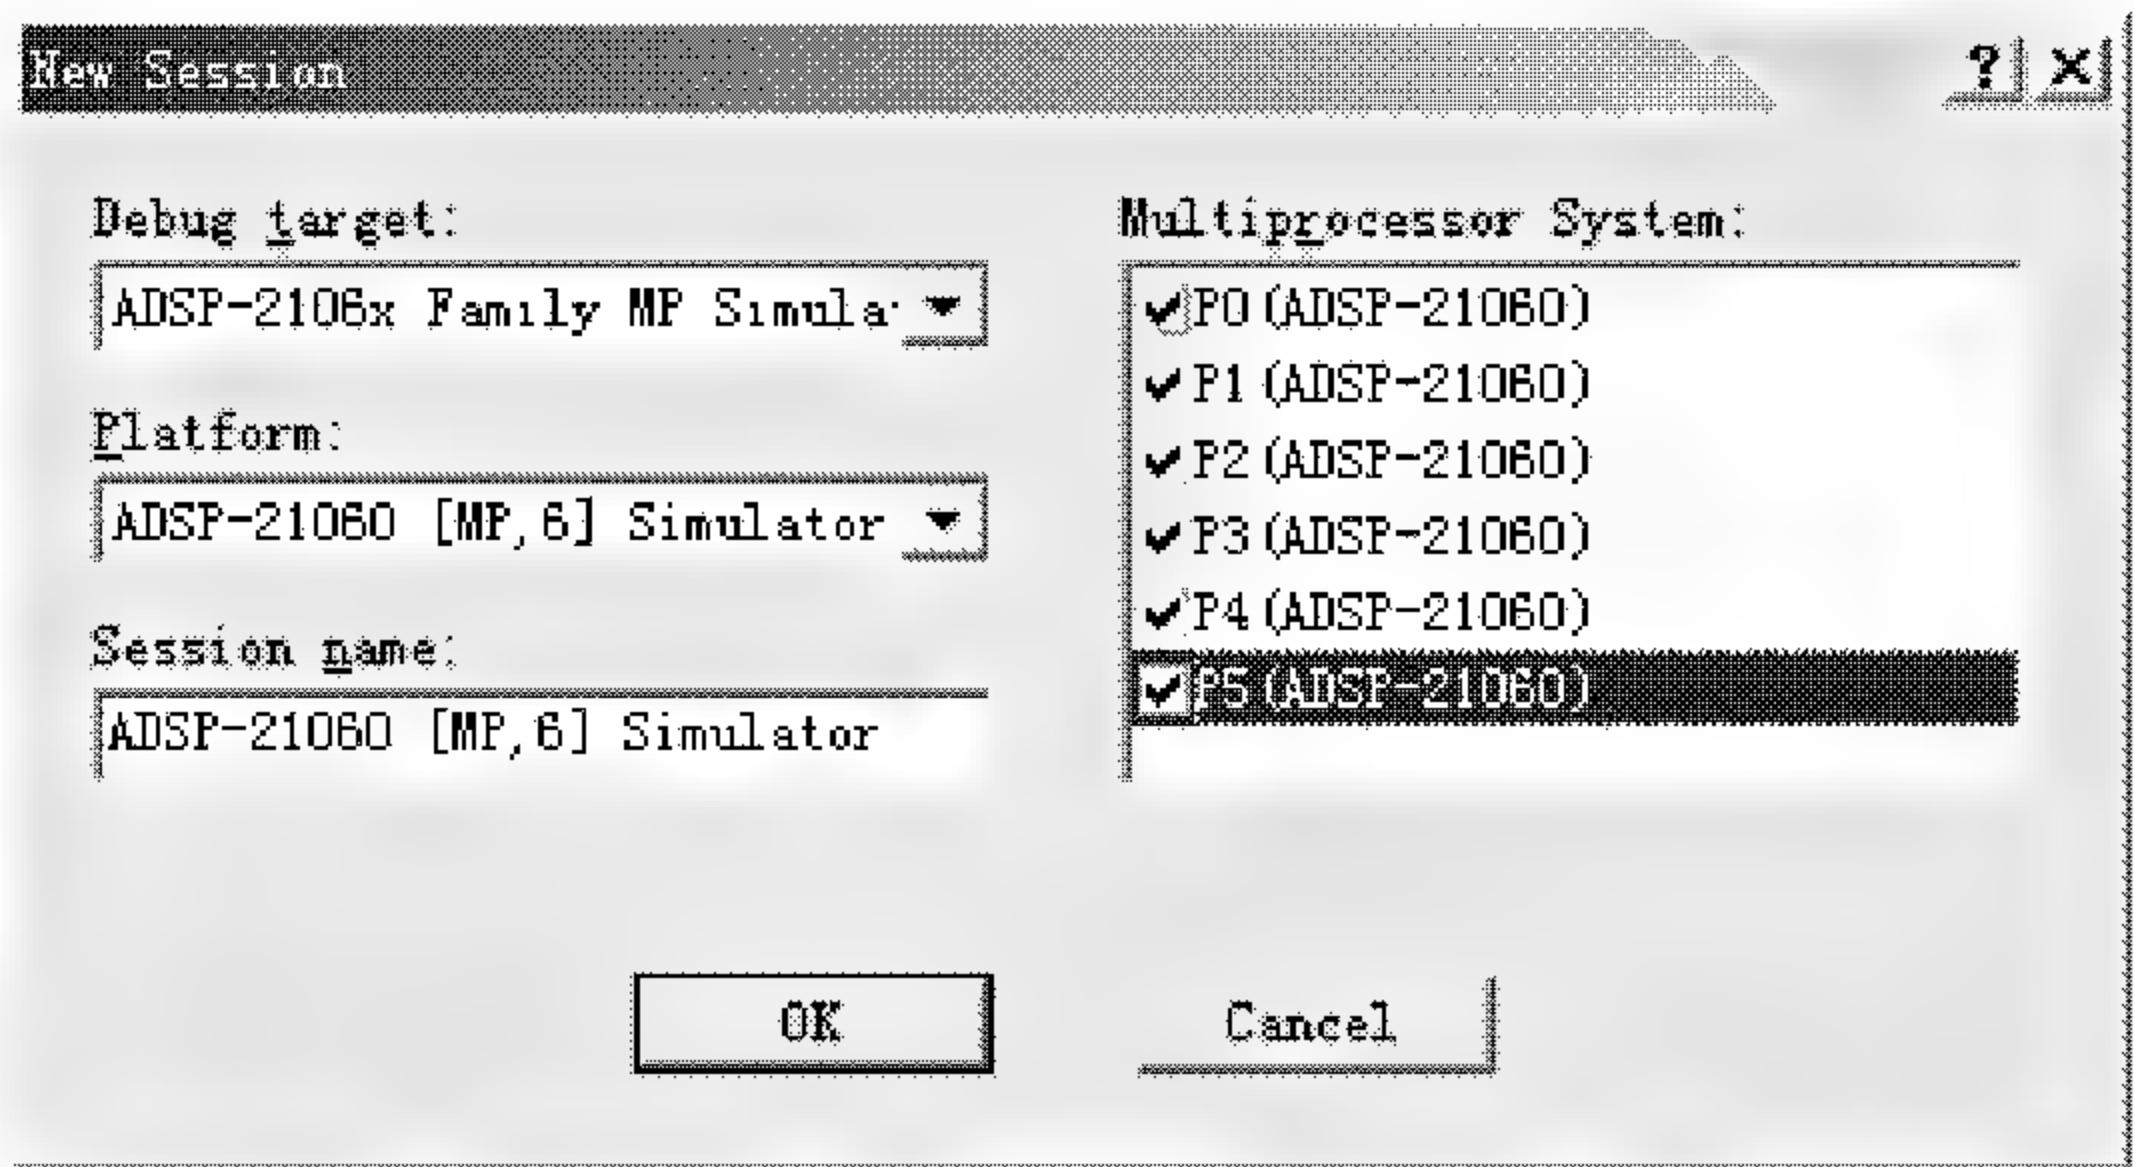

图 4.16 配置多处理系统
- (1) 配置多 DSP 系统：选择 Session → New Session，打开 New Session 对话框。在 New Session 对话框中选择多 DSP 软件模拟器(MP Simulator)，如图 4.16 所示。